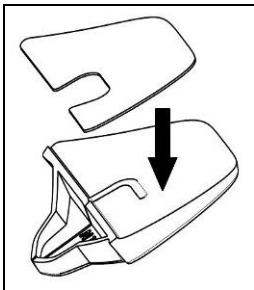

Fig. 3
- Fest den dobbeltsidige tapen (følger med) på den valgte plastadapteren (fig. 3).